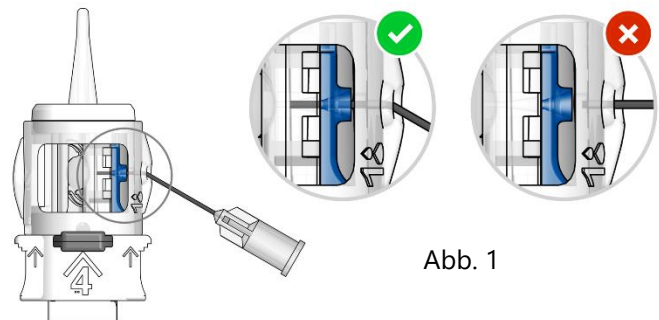

Abb. 1
3. Führen Sie die Kanüle (23-27G) einer mit viskoelastischem Material gefüllten Spritze vollständig in die mit '1' gekennzeichnete kleine Öffnung (Abb. 1) ein, bis sie vollständig in den blauen Trichter eingeführt ist. Halten Sie einen leichten Druck auf die Kanülenspitze aufrecht, während Sie die viskoelastische Lösung durch die Öffnung injizieren. Die eingespritzte Menge an Visco ist ausreichend, sobald es die Enden der IOL-Haptiken bedeckt (ca. 0,2 – 0,25 ml)